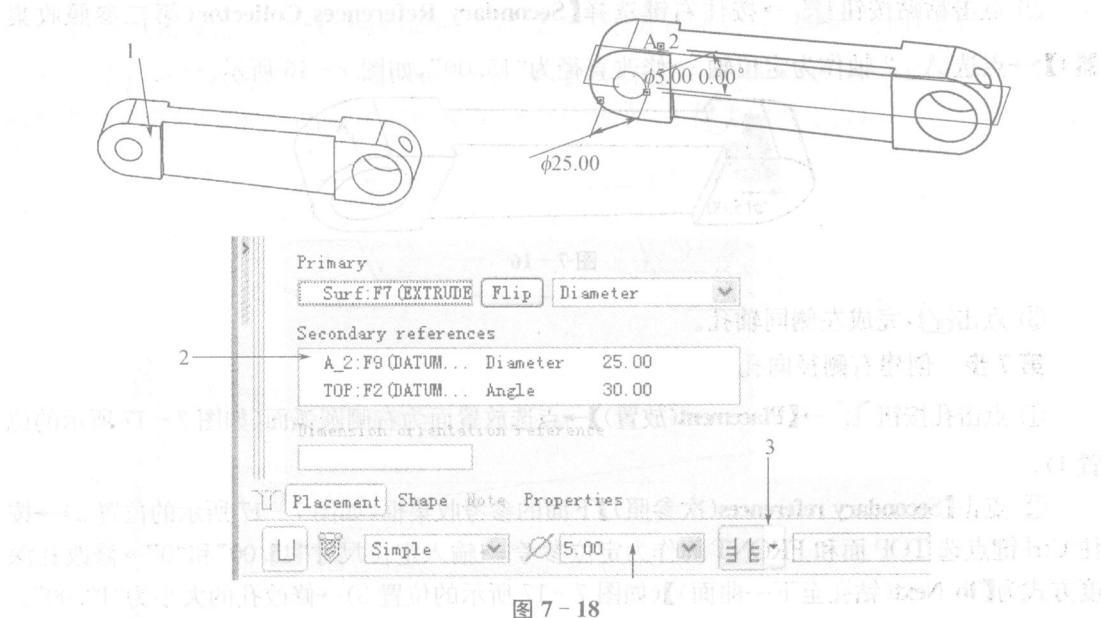

图 7-18
① 点击孔按钮 →【Placement(放置)】→点选放置面为左侧突起前面(如图 7-18 所示的位置 1)→修改定位方式为【Diameter(直径)】→点击【Secondary references(次参照)】下面的参考收集框(如图 7-18 所示的位置 2)→按住 Ctrl 键点选轴 A_2 和 TOP 面作为轴的定位参照→输入定位尺寸“25.00”和“30.00”→修改孔深度方式为【Through All(穿透)】(如图 7-18 所示的位置 3)→修改孔的大小为“5.00”。